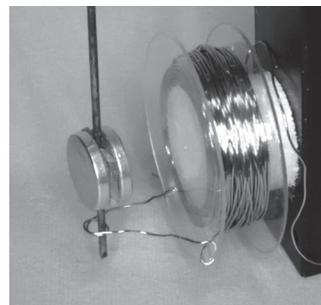
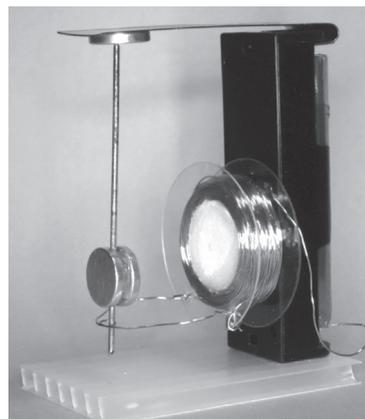

図1 銅線で小さな輪を作り、内側の被覆をはがします
図2
- (1)巻き枠に銅線を150～200回巻いてコイルを作ります。
- (2)コイルにした銅線の一端で図1のような直径3mm程度の小さな輪を作り、輪の内側の被覆を円形ヤスリではがします。
- (3)銅線のもう一端の被覆を1cm程度はがし、電池ホルダーの-極のスプリングの間にはさみます。
- (4)電池ホルダーの底に両面テープでコイルを貼ります（図2）。
- (5)鉄板の端を折り曲げて、電池ホルダーの+極に挿しこみます。
- (6)鉄板に磁石を1個つけてピアノ線をぶら下げて回転子にします。
- (7)ピアノ線の下部を(2)で作った輪の内側に入れます。
- (8)ピアノ線を挟むように磁石をつけます。
- (9)電池ホルダーに電池をセットします。